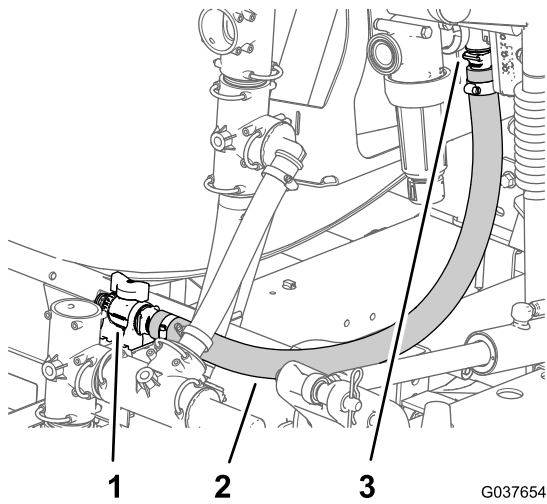

Figure 55
2. Acheminez le flexible vers le régulateur d'agitation (Figure 55).